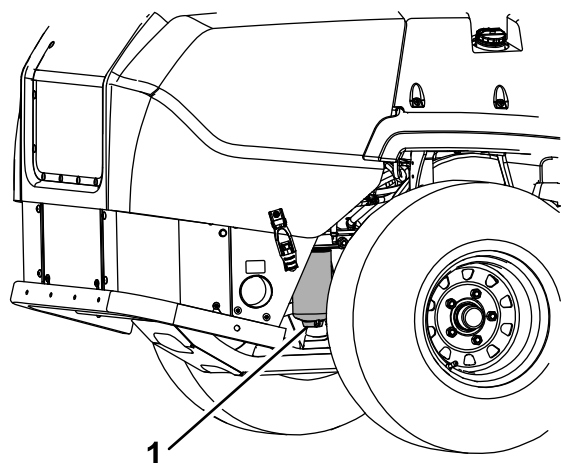

Figure 43
- Desserrez le bouchon de vidange du séparateur d'eau d'un tour environ pour vidanger l'eau et autres contaminants (Figure 43).